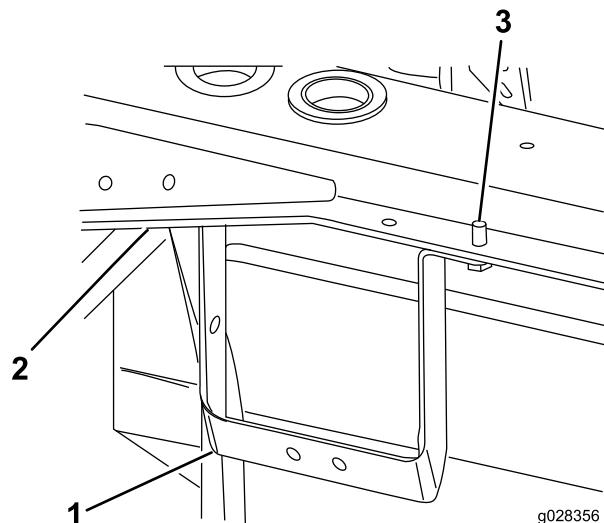

Figura 9
- Montate la staffa di supporto sul supporto del telaio posteriore sinistro con 2 viti autofilettanti (5/16 poll.) (Figura 9).